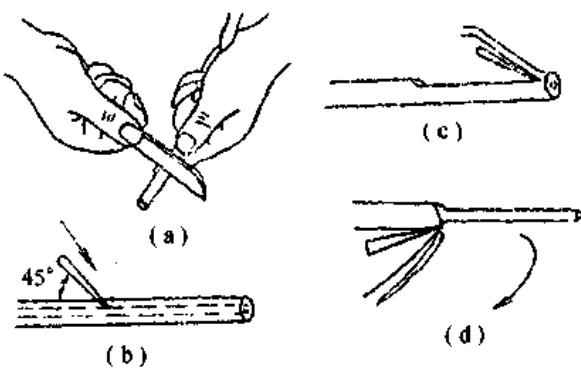

图 4-1 电工刀剥削绝缘层
(1) 对于线芯截面在 $4mm^2$ 以上的塑料单芯电线,在做绝缘层处理时可用电工刀剥除,其方法如下:
① 根据所需线头的长度,确定电工刀起始位置,如图4-1(a)所示。
② 将刀口以 $45^\circ$ 角切入塑料层,注意不可触及线芯。然后将刀面与线芯以 $15^\circ$ 角向前推进,把绝缘层削出一条缺口,如图4-1(b)、(c)所示。
③ 将被剖开的绝缘层向后扳翻,用电工刀齐根切去,如图4-1(d)所示。
(2) 对于线芯截面在 $4mm^2$ 以上的塑料多芯电线,不能完全用上述方法处理绝缘层,这样会损伤多股芯线。一般做法是按照图4-1所示进行操作,但刀口与芯线保持一定距离,走刀完成后芯线外仍有一薄层的绝缘层,然后借助钢丝钳撕破被剥薄的绝缘层,向后扳翻,齐根切去。